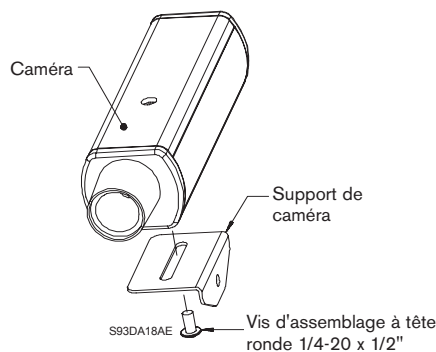

Figure 10 : montage de la caméra
2. Fixez la caméra sur le dispositif prévu à cet effet à l'aide d'une vis d'assemblage à tête ronde 1/4-20 x 1/2". Voir figures 10 et 11.